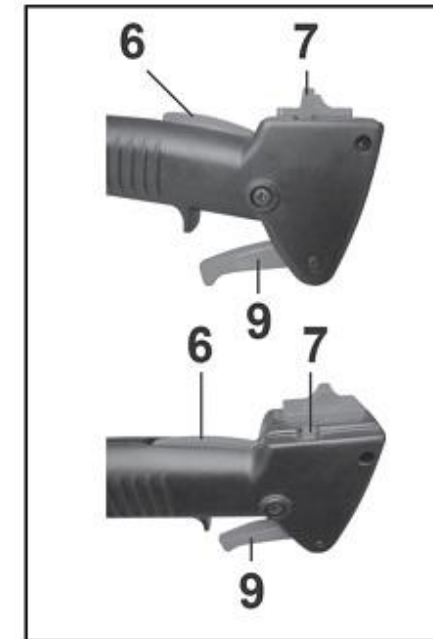

Рис. 12
**7.4. Работа триммером (Рис. 12 - 13)**
- 7.4.4. Затем нажмите кнопку фиксации (7) (Рис. 12) и отпустите рычаг управления дроссельной заслонкой (9). Рычаг управления дроссельной заслонкой (9) должен зафиксироваться в нажатом положении. (Рис. 12).